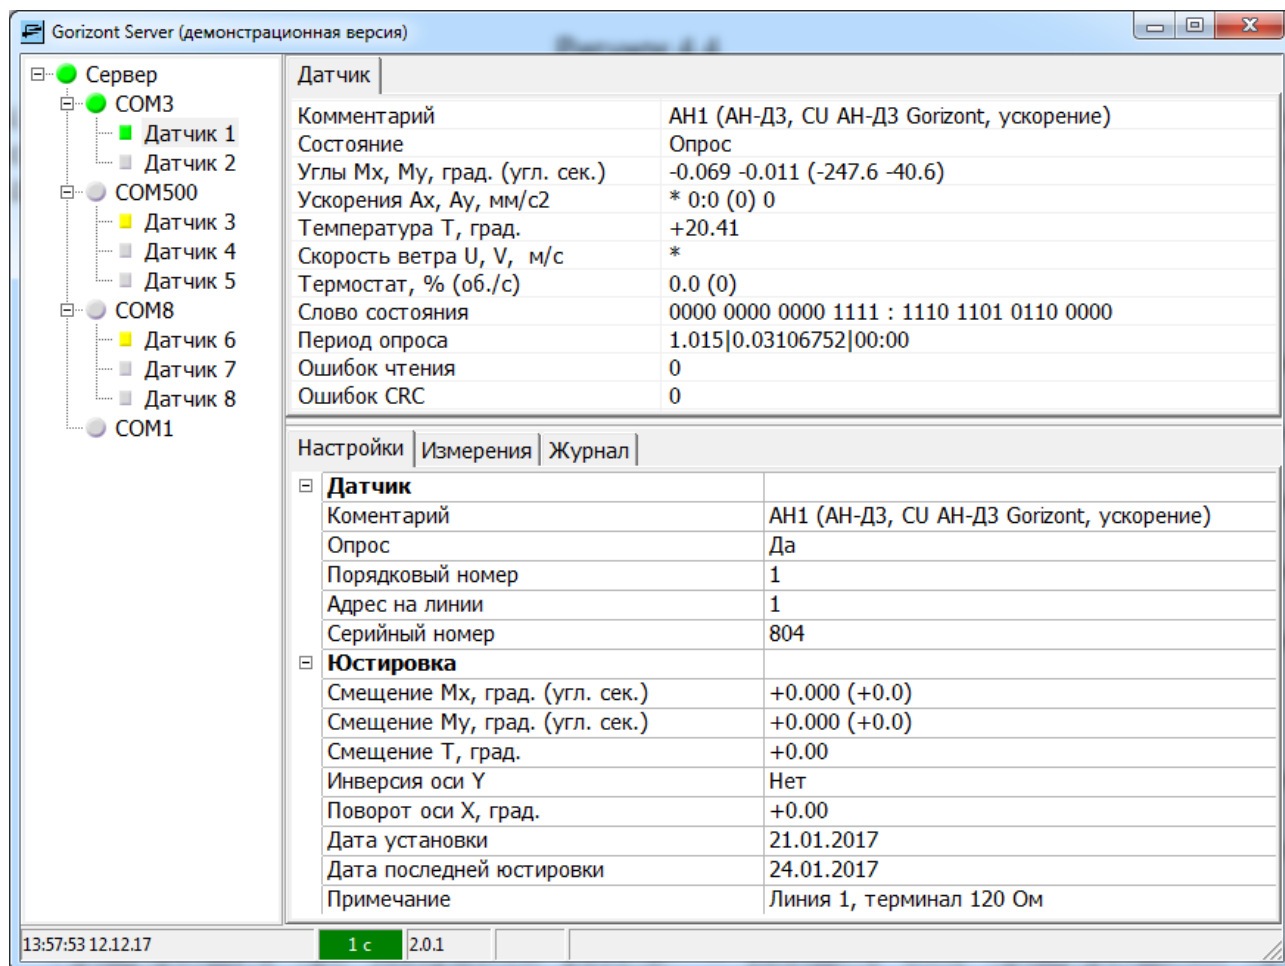

Рисунок 4.4
4.5 Вкладка <Датчик> панели показаний и состояний доступна, если на панели дерева выделен элемент <ДатчикXXX>, и отображает состояние выделенного датчика (рис.4.4).